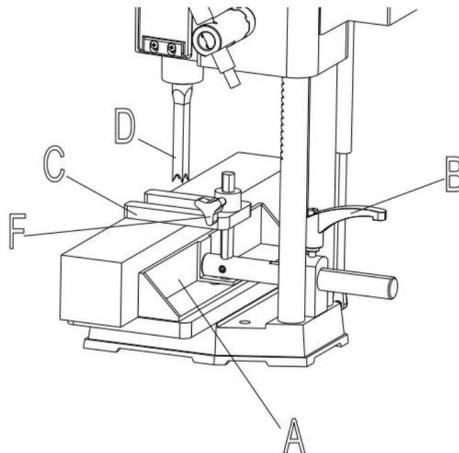

Fig. 10
Stängseln (A) Fig10, kan flyttas in eller ut genom att lossa spaken (B), skjutbart staket till önskat läge och dra åt spaken (B). OBS: Spaken (B) är fjäderbelastad och kan flyttas genom att dra ut spaken och flytta den på tandad mutter placerad under spaken.